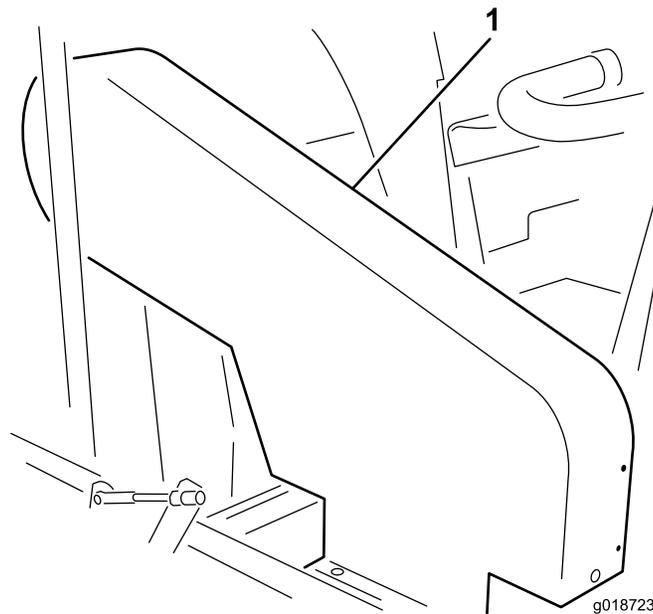

図 19
注 ベルトの張りの点検は、上部ベルトガード 図 19 を外さずに行えます。何らかの理由でこのベルトガードを取り外す必要がある場合には、ガードをフレームに固定しているボルト、ワッシャ、ナット各4を外してください。マシンを運転するときには、必ずカバーを元通りに取り付けてください。
インペラプーリとクラッチプーリ間の中ほど部分で、ベルトを1822N 1.82.3kg = 45lbs程度の力で指で押して点検します。ベルトのたわみが13mm程度あれば適正です。たわみが適正でない場合には、「インペラ駆動ベルトの調整」の作業を行ってください。たわみが適正である場合には、そのまま使用を継続できます 図 19。
ジャッキシャフトとクラッチプーリ間の中ほど部分で、ベルトを1822N 1.82.3kg = 45lbs程度の力で指で押して点検します。ベルトのたわみが6.35mm程度あれば適正です。たわみが適正でない場合には、「ジャッキシャフトベルトの調整」の作業を行ってください。たわみが適正である場合には、そのまま使用を継続できます 図 19。
1. 上部シュラウドをフレームに固定しているボルト、ワッシャ、ナット各4を外す 図 19。